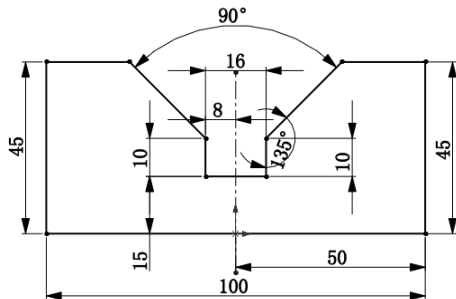

图 2-81 标注角度尺寸
- [7] 标注角度尺寸，如图 2-81 所示。草图已经完全定义，颜色为黑色。